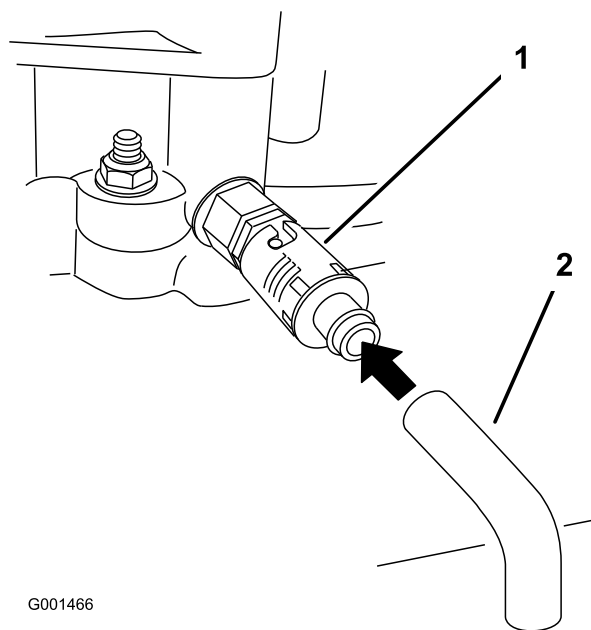

Figure 25
6. Placez un bac sous le flexible de vidange. Tournez le robinet de vidange d'huile pour permettre à l'huile de s'écouler (Figure 25).
8. Enlevez le flexible de vidange (Figure 25).